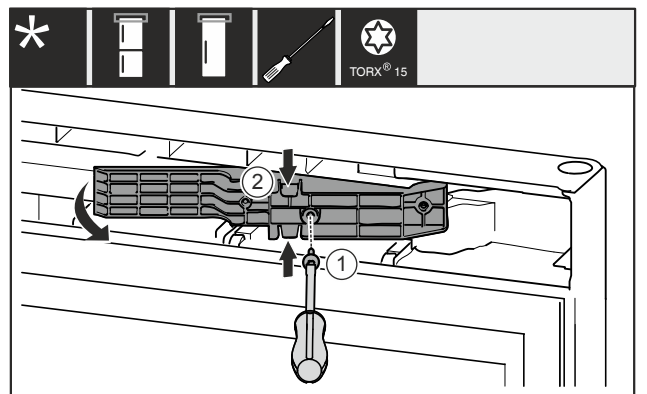

Fig. 12
- Schraube Fig. 12 (1) entfernen.
- Adapterstück Fig. 12 (2) oben und unten leicht zusammendrücken und herausziehen.